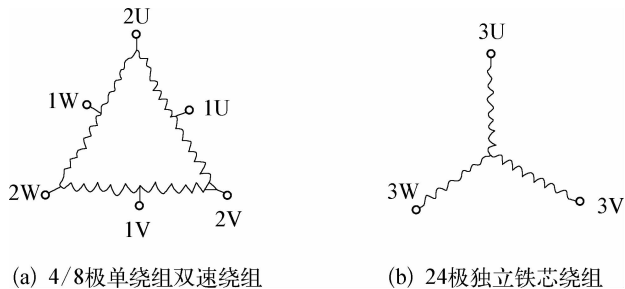

图 2-46 三速电机绕组结构
1. 塔式起重机常采用多速交流异步电动机, 常用的 YZD 型三速电机, 它采用变极调速, 这种电机运行可靠、维护方便、制造成本低, 在中小型建筑起重机械中广泛使用。交流异步电动机的调速方法, 除了变极调速, 还有另外两种方法: (1) 改变 _____ 调速, 通常是在转子回路中外加 _____ 的方法; (2) 改变 _____ 调速, 需要有 _____, 因此造价较高、需要高素质维护人员, 虽然运行可靠、维护费用低, 但在塔机上使用尚不普遍。
2. 极数为 4/8/24 的起重机用 YZD 型三速电机, 是一种典型的三速交流异步电机, 在图 2-46 中, (a) 图为单绕组双速结构, 2Y/ Δ 接线, 有 6 个接线桩, 当 1 U、1 V、1 W 接 _____, 2 U、2 V、2 W
_____接在一起,构成4极电机,绕组结构成为2Y接法,是_____ (高速、低速、中速)结构;当2U、2V、2W接_____时,构成8极电机,是_____ (高速、低速、中速)结构;图2-46中(b)是低速结构。通过控制开关,可以实现高速、中速、低速及正反转切换。